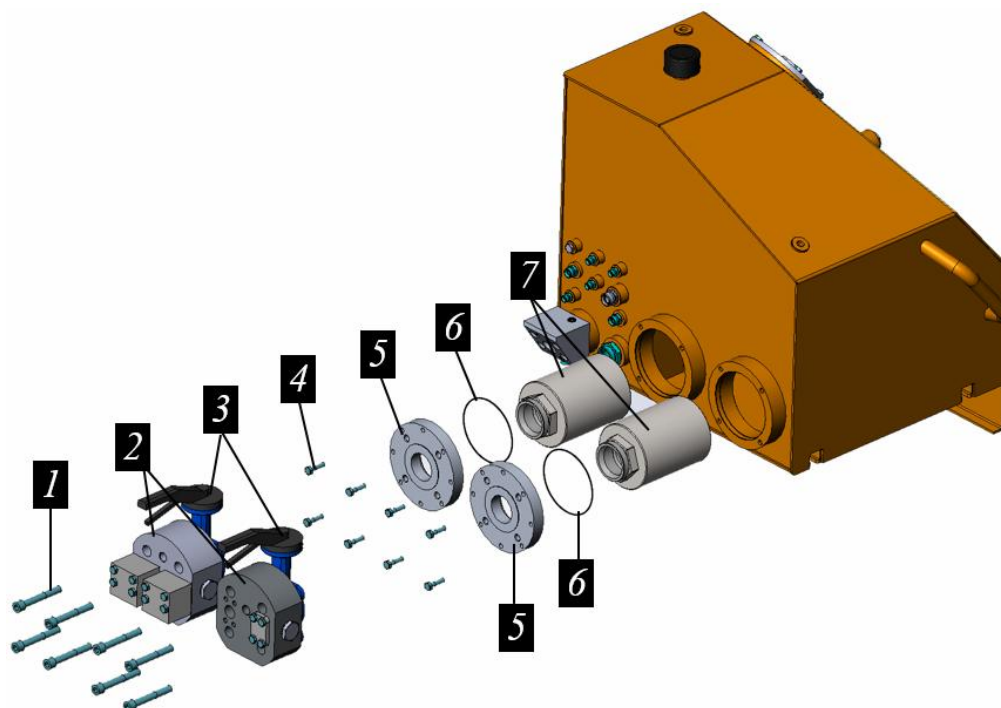

Рисунок 5.54. Процедура замены фильтра в линии всасывания
- ▶ Отвернуть крепежные винты 1 распределительной плиты 2, рис. 5.54.
- ▶ Отвести в сторону распределительную плиту 2 с дисковым затвором 3, обеспечив доступ к фланцу 5, рис. 5.54.
- ▶ Демонтировать фланец 5 вместе с фильтром 7, рис. 5.54.
- ▶ Установить новый фильтрующий элемент 7 с фланцем 5 в бак, рис. 5.54.